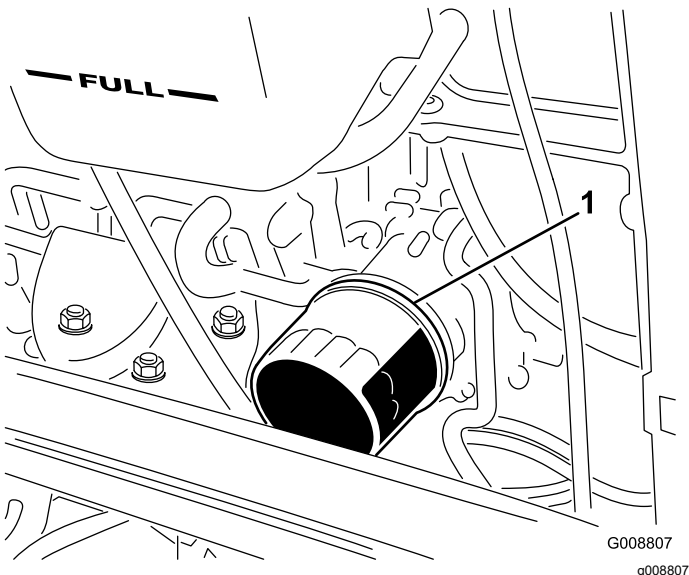

Figura 75
4. Retire o filtro do óleo (Figura 75).